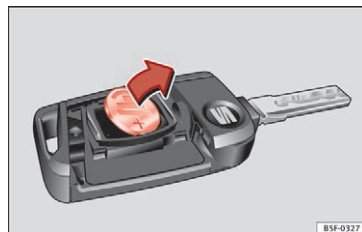

Fig. 118 Bilnøgle: udtagning af batteri
- Vip batteriet ud af batterirummet med en egnet, tynd genstand »» Fig. 118.
- Sæt et nyt batteri i som vist på billedet »» Fig. 118, og tryk det ind i batterirummet modsat pilens retning »» ❷.